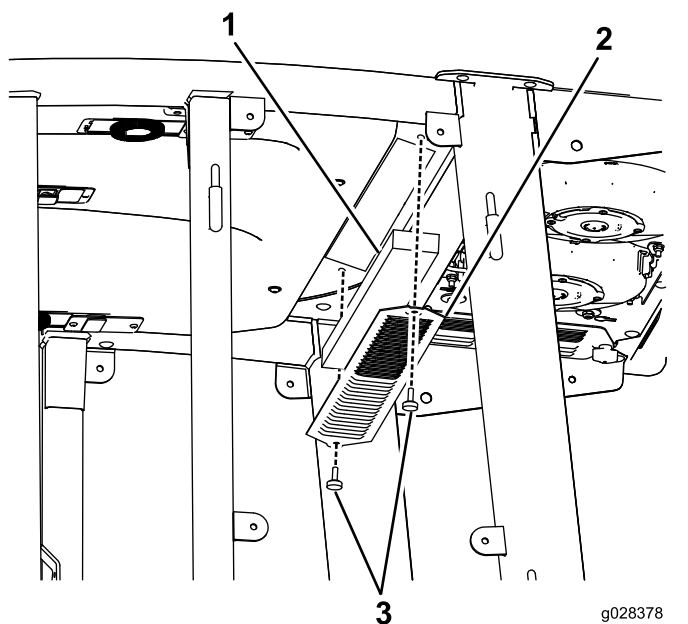
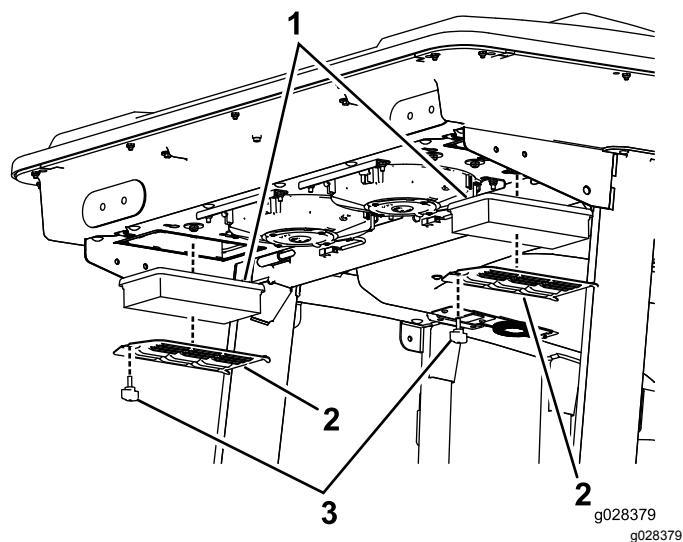
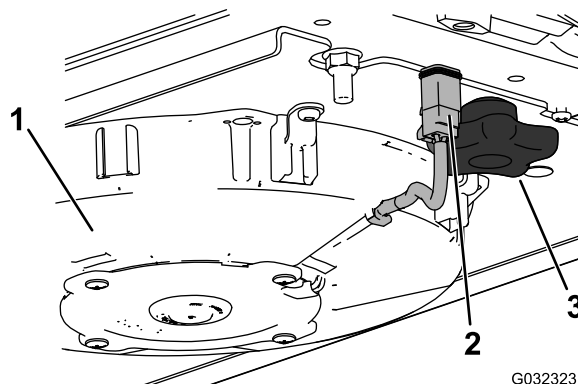
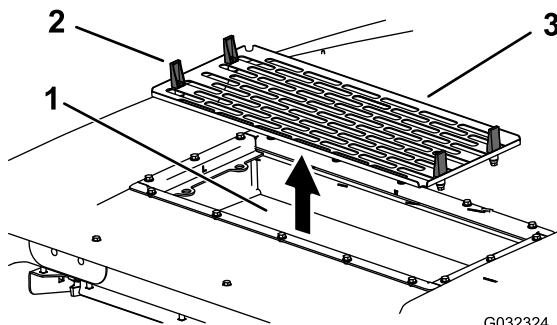

Figura 130
Figura 131
Figura 132
Figura 133
1. Retire los tornillos y las rejillas que cubren el filtro interior y el trasero de la cabina (**Figura 130** y **Figura 131**).
4. Retire los filtros de aire (consulte Figura 131).
6. Instale los filtros de aire, la rejilla y el conjunto del ventilador (Figura 131, Figura 132 y Figura 133).
7. Conecte el cable de cada ventilador (Figura 132).